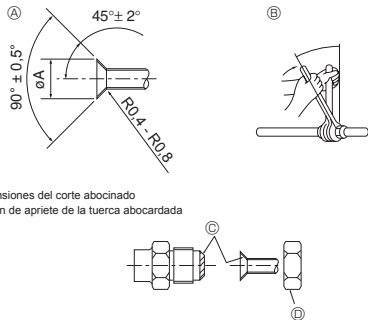

Fig. 5-1
es (Fig. 5-1)
(Fig. 5-1)
- ④ Cubierta de las tuberías delanteras
- ⑤ Cubierta de las tuberías traseras
- ⑥ Válvula de parada
- ⑦ Panel de servicio
- ⑧ Radio del codo: 100 mm-150 mm
5.2. Tubos de conexión (Fig. 5-1)
- Aplique una capa delgada de aceite refrigerante a la superficie tubo y de la junta de asiento antes de apretar la tuerca de abocardado. ④
- Utilice dos llaves de apriete para apretar las conexiones de los tubos. ⑤
- Aplique aceite refrigerante para máquinas en toda la superficie abocinada. ⑥
- Utilice las tuercas abocardadas para el siguiente tamaño de tubería. ⑦